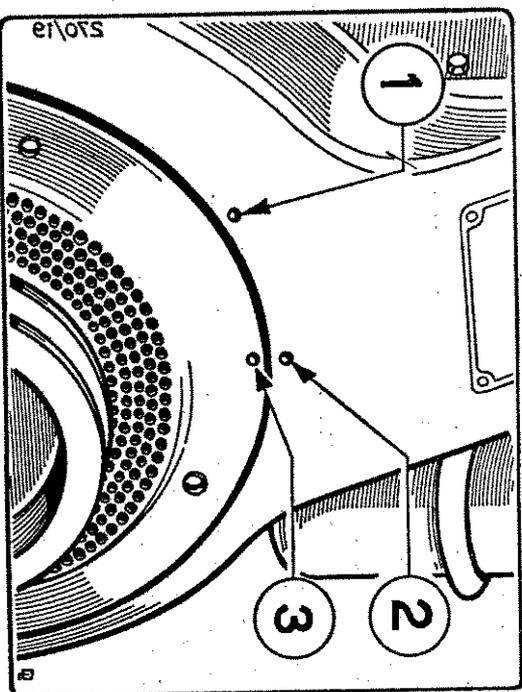

Fig. 11 - RIFERIMENTI DEL P.M.S. E DELL'INIZIO POMPATA
#### POSIZIONE DEL PUNTO MORTO SUPERIORE (Fig. 11)
c) Nell'istante in cui il pistoncino chiude il foro di alimentazione del cilindretto il combustibile cesserà di sgorgare. Questo è l'inizio della pompata e deve cadere nel punto indicato con I.P. (Fig. 11).